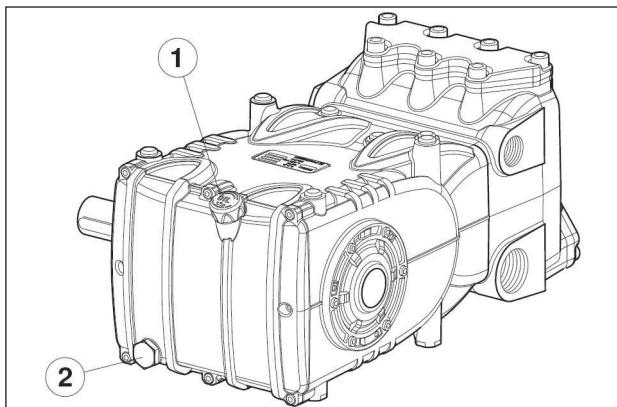

Abb. 1
Vor den Reparaturarbeiten an der Mechanik muss zunächst das Öl aus dem Kurbelgehäuse abgelassen werden. Zum Ablassen des Öls müssen entfernt werden: der Ölmessstab Pos. ① und anschließend der Verschluss Pos. ②, Abb. 1.